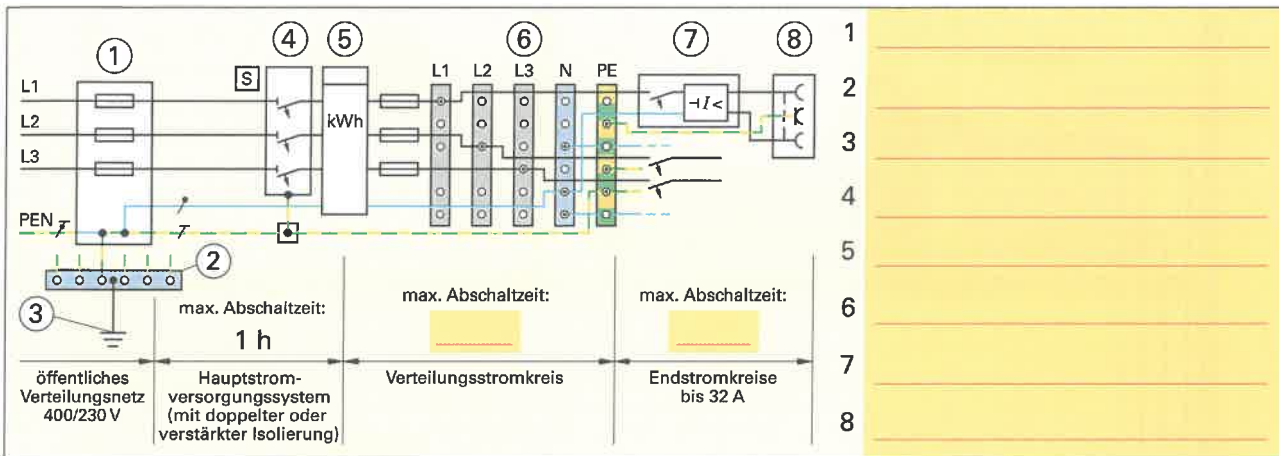

Bild 1: Maximale Abschaltzeiten für Stromkreise im TN-C-S-System
3. a) Benennen Sie im **Bild 1** die Bauteile 1 bis 8 fachgerecht.
b) Ergänzen Sie nach DIN VDE 0100 Teil 410 im **Bild 1** die maximalen Abschaltzeiten.